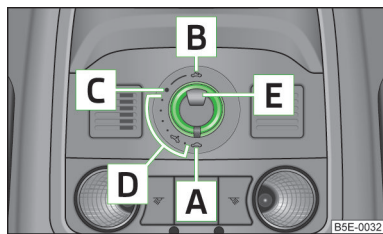

Fig. 25
- Dacă bateria a fost deconectată și apoi reconectată, se poate întâmpla ca trapa glisantă/rabatabilă să nu funcționeze. Apoi aduceți comutatorul rotativ în poziția comutatorului **A** » fig. 25 la pagina 46, trageți de degajare și mențineți-l înspre în jos și înspre în față. După aprox. 10 secunde trapa glisantă/rabatabilă se deschide și se închide la loc. Abia după aceea eliberați comutatorul rotativ.
› Rotiți comutatorul în poziția **C** » fig. 25.
› Rotiți comutatorul în poziția **A** » fig. 25.